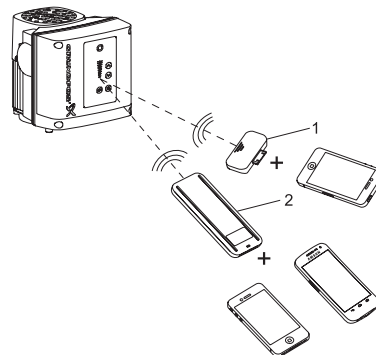

Рис. 50 Grundfos GO Remote обеспечивает связь с насосом посредством радио- или инфракрасного сигнала.
Grundfos GO Remote работает со следующими мобильными интерфейсами (MI). См. рис. 50.